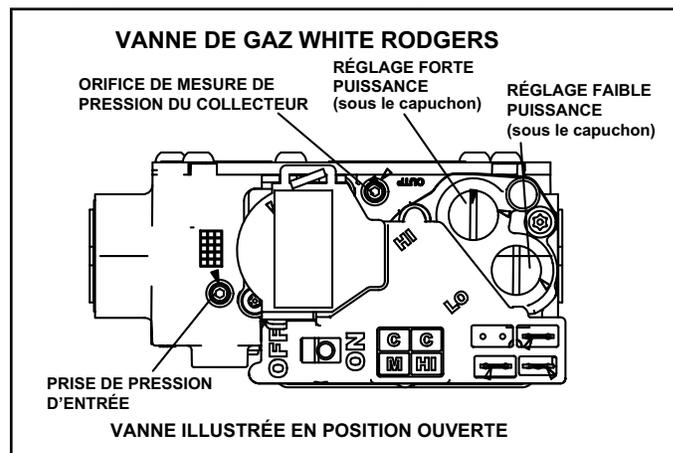

FIGURE 57
Fonctionnement de la vanne de gaz (FIGURE 57)
- 6 - Mettre le contacteur de la vanne de gaz sur « **OFF** ». Reportez-vous à la FIGURE 57.
- 8 - Mettez le contacteur de la vanne de gaz sur « **ON** ». Reportez-vous à la FIGURE 57.
Une connexion située sur la vanne de gaz permet d'accéder à la pression d'alimentation. Reportez-vous à la FIGURE 57. Dévissez la vis à tête hexagonale de 3/32 d'un tour, branchez un tube de 5/16 po et branchez un manomètre pour mesurer la pression d'alimentation. Reportez-vous au TABLEAU 27 pour la pression de la conduite d'alimentation.
Une connexion située sur la vanne de gaz permet d'accéder à la pression du collecteur. Reportez-vous à la FIGURE 57. Dévissez la vis à tête hexagonale de 3/32 d'un tour, branchez un tube de 5/16 po et branchez un manomètre pour mesurer la pression du collecteur.
- 5 - Au besoin, faites les ajustements nécessaires. La FIGURE 57 indique l'emplacement des vis de réglage des puissances mini et maxi.